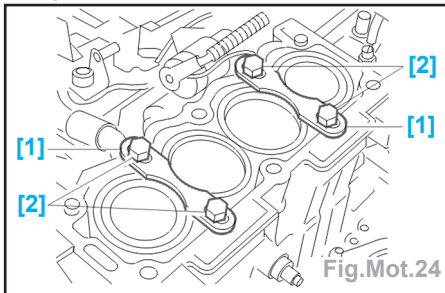

Fig.Mot.24
- Mettre en place les brides [1] (ref. 0132-A1Z) de maintien des chemises avec les vis [2] (Vis M10 x 150 (ref. 0132-A3Z)) (Fig.Mot.24).